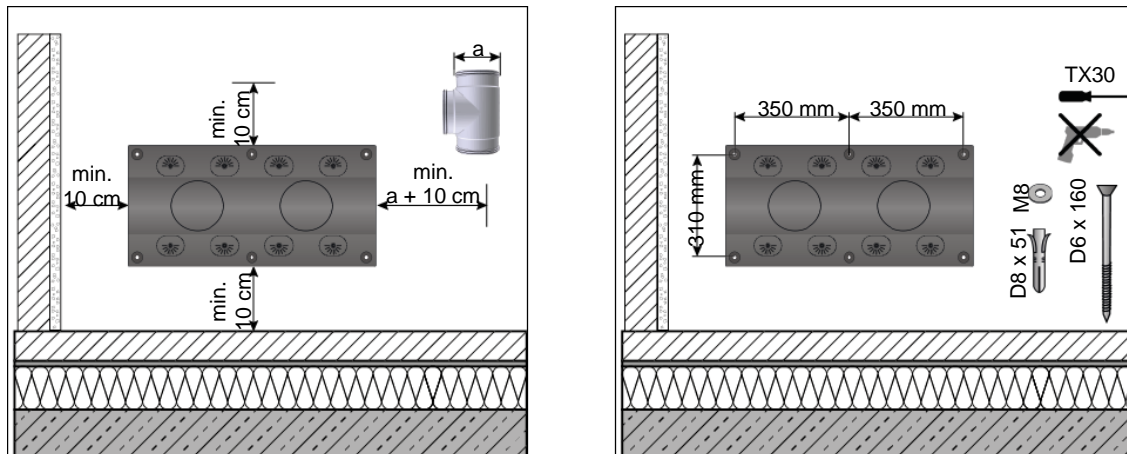

Abb. 24 Wandmontage Luftverteiler (links: Mindestabstände; rechts: Bohrungsabstände)
- Halten Sie die in Abb. 24 dargestellten Abstände zu Wänden, Decken und Böden ein. Der Abstand „a“ entspricht dem benötigten Durchmesser der Anschlussleitung (z.B. T-Stück).